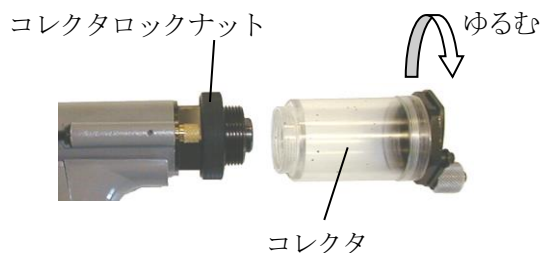

図7-12
- (1) カプラを分離する等により、圧縮空気の供給を止めてください。
- (2) コレクタを外してください。外し方は、コレクタロックナットを手で保持して、コレクタを左にまわして外します。(図7-12)